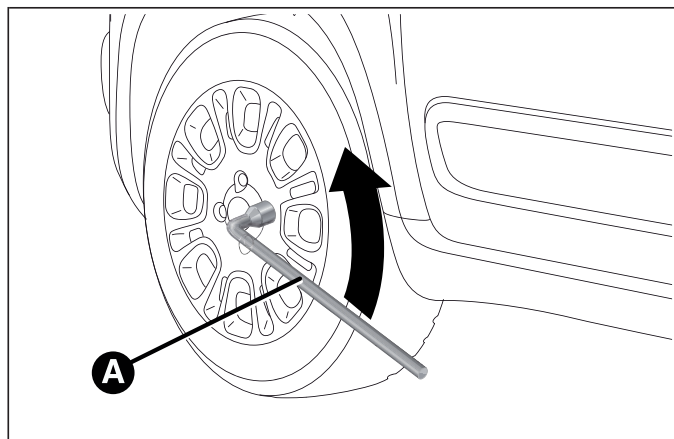

fig. 113
- prendere la chiave A fig. 113 ed allentare di circa un giro i bulloni di fissaggio;
- prendere la chiave A fig. 113 ed avvitare a fondo i bulloni di fissaggio;